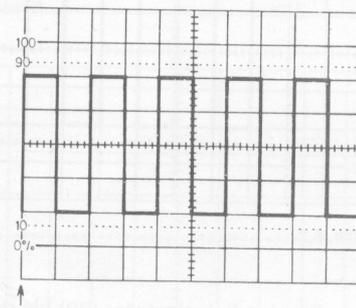

Abb. 6.1
- 6.2.5. Verschieben Sie mit dem Y-Pos-Einsteller das abgebildete Signal in der Vertikalen bis es mit einer waagrecht Rasterlinie in Deckung liegt (s. Abb. 6.1.)